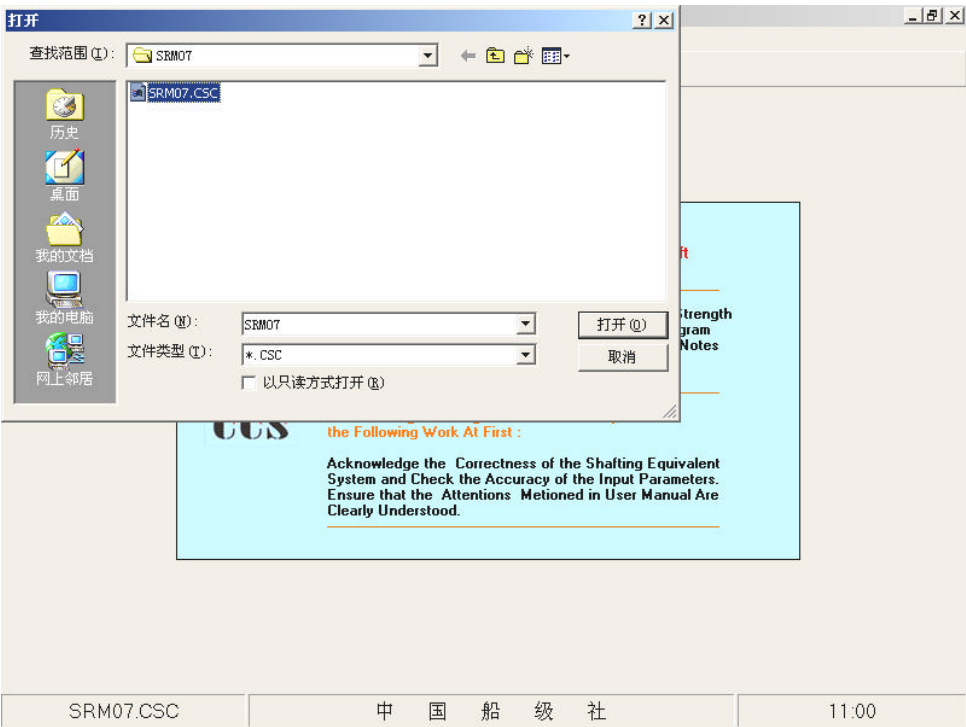

图 5.2
- 在主菜单选择“文件”菜单中的“打开”子菜单，弹出如下对话框，如图 5.2 所示。